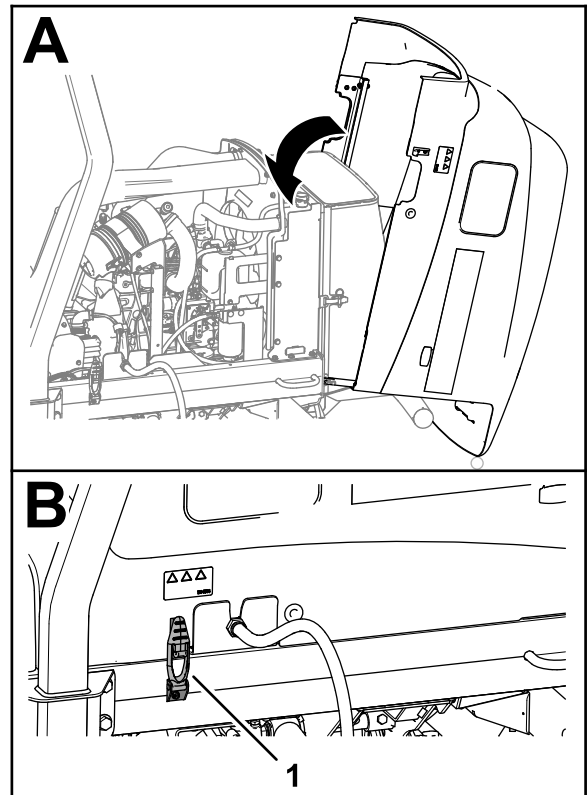

Bild 60
1. Schließen Sie die Haube vorsichtig (Bild 60).